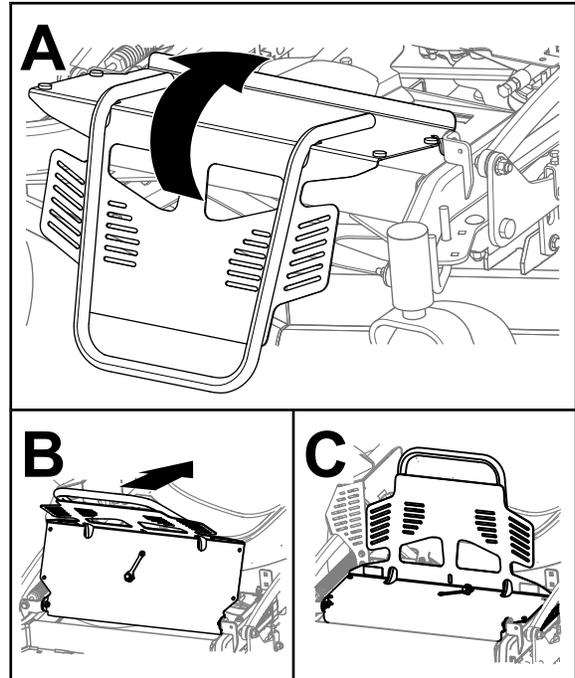

Figura 33
3. Rode a proteção do motor para trás como se mostra na Figura 33.